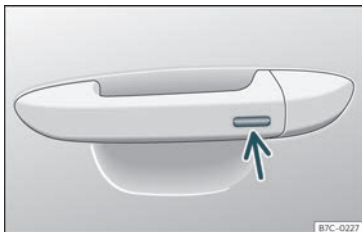

Fig. 87 Maneta de la porta: superfície sensora.
• Mantingueu un dit durant uns segons sobre la superfície sensora de bloqueig >>> fig. 87 (fletxa) de la maneta de la porta perquè es tanqui el sostre. Si es deixa de tocar la superfície sensora s'interromp la funció de tancament.